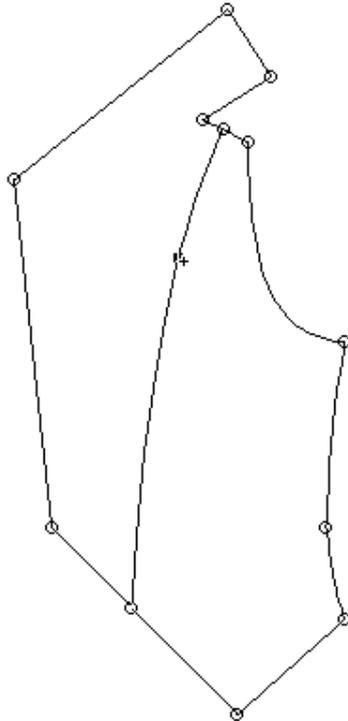

Figura 2-30.
5. Mueva y/o agregue puntos de control hasta que la línea tenga la forma deseada, como se muestra en la Figura 2-30.